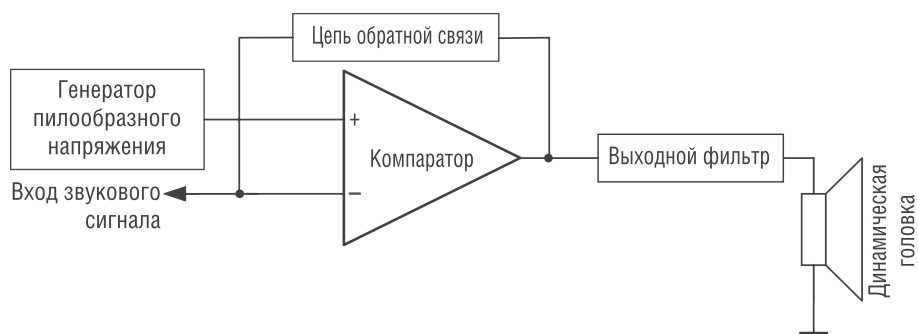

Рис. 2. Структурная схема усилителя класса D с внешним генератором пилообразного напряжения
- 1) Усилители с внешним генератором пилообразного напряжения (рис. 2);